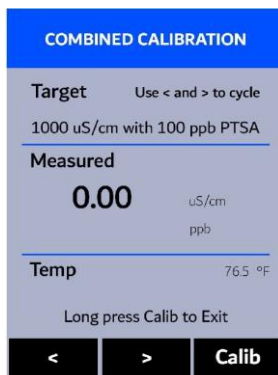

Figura 13.
4. Pulse **OK** para iniciar la pantalla de **CALIBRACIÓN COMBINADA** (Figura 13).